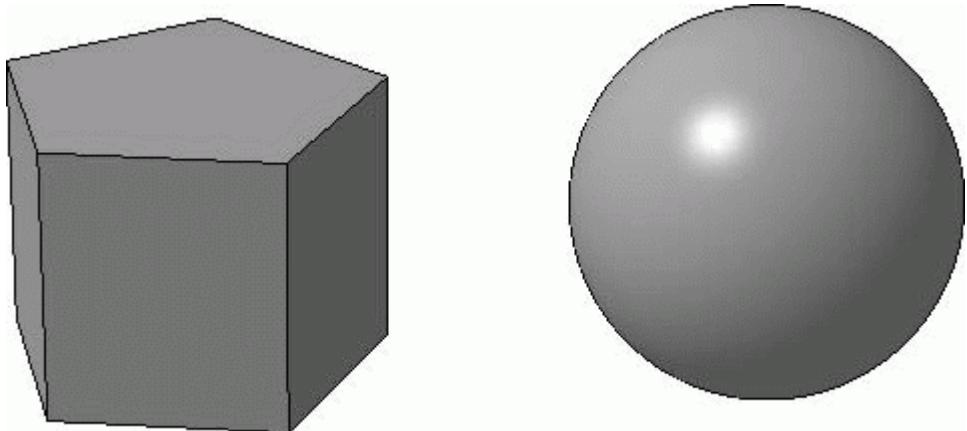

Рис. 3.1. Твердые тела: призма (состоит из семи граней) и шар (из одной грани)
*Твердое тело* – область трехмерного пространства, состоящая из однородного материала и ограниченная замкнутой поверхностью, которая сформирована из одной или нескольких стыкующихся граней. Любое твердое тело состоит из базовых трехмерных элементов: граней, ребер и вершин (рис. 3.1).